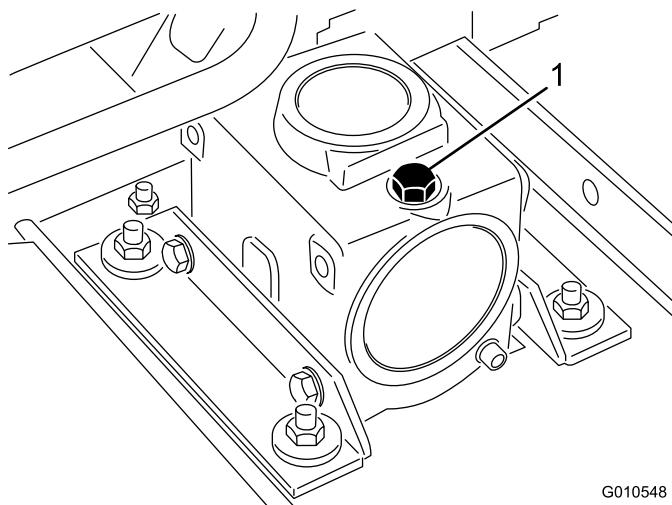

Figura 5
2. Retire a vareta/tampão de enchimento da parte superior da caixa de velocidades (Figura 5) e verifique se há lubrificante entre as marcas da vareta. Se o nível de lubrificante estiver baixo, adicione lubrificante suficiente até o nível ficar entre as marcas.